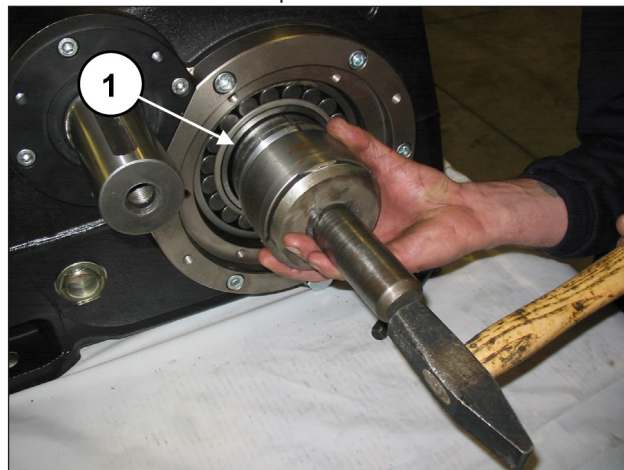
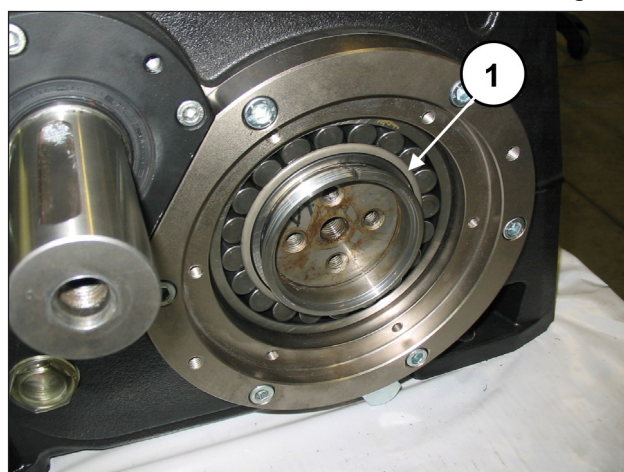

Fig. 77
Fig. 78
Inserire completamente la bussola di pressione sull'albero a gomiti (pos. ①, Fig. 77 e Fig. 78) mediante l'utilizzo di una massa battente e di un tampone.